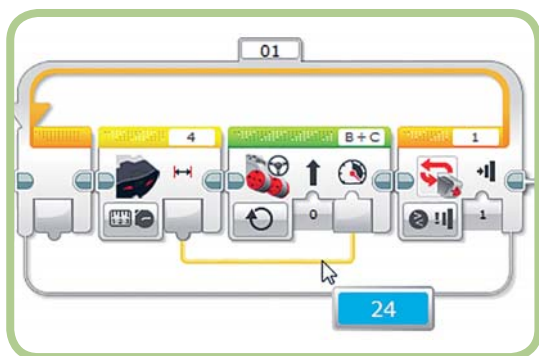

Рис. 8.10. Отображение значения в шине данных
- Во время выполнения программы ты можешь навести указатель мыши на шину данных, чтобы отобразить передаваемое ей значение, как показано на рис. 8.10. Если значения нет (например, если еще не запущен блок, который должен предоставить соответствующее значение), ты увидишь прочерк «----». Эта функция невероятно полезна при отладке программы, но она работает только тогда, когда модуль EV3 подключен к программному обеспечению, а программа запускается средой EV3 (а не с помощью кнопки модуля).